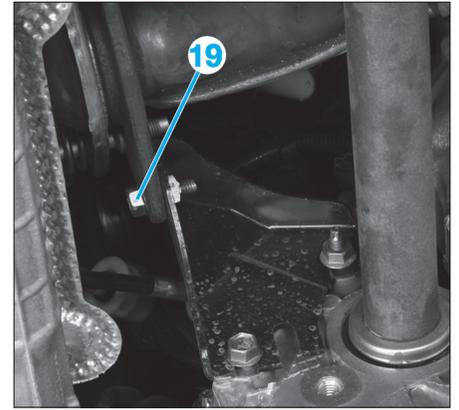

Fig. 18
- Déposer les vis (19) de fixation de la bride d'échappement sur la béquille aval du catalyseur (Fig.18).